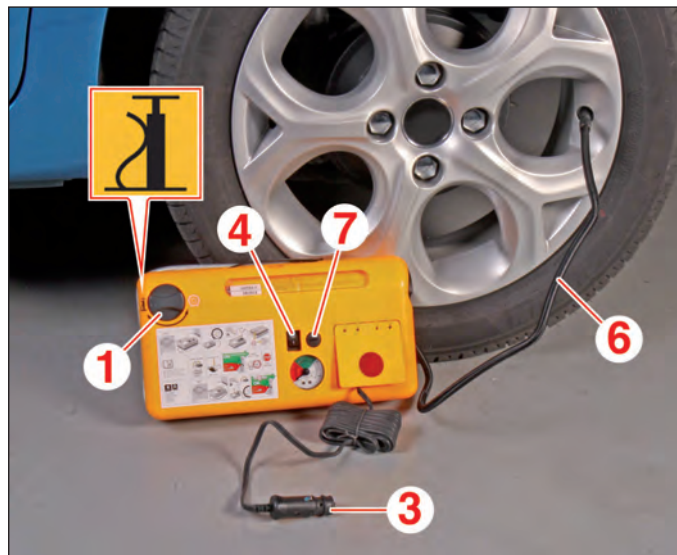

FIG.2
- Tourner la commande (1) sur la position «gonflage» (Fig.2).
- Dérouler complètement le tuyau noir (6) et le raccorder à la valve du pneumatique réparé.
- Brancher l'adaptateur (3) à la prise 12 V du véhicule.
- Pour gonfler : mettre en marche le compresseur en basculant la commande (4) sur la position "I".
- Pour dégonfler : basculer la commande (4) sur la position "0" et faire chuter la pression en appuyant sur le bouton (7).